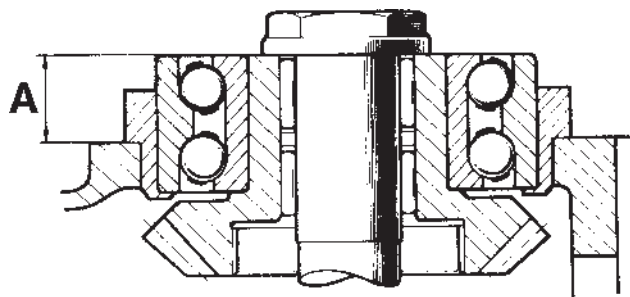

Fig. 12
2. Mät avståndet från yttre lagerbanan till växelhuset måttet "A" fig. 12 och lägg till så mycket justermellanlägg att måttet överstiger "B" med 0,03 – 0,05 mm.
3. Stryk på tätningsmedel och placera tätningsringen (41) så att tätningen för främre högra skruven kommer i härför avsett urtag i locket samt lägg i uppmätta justermellanlägg och drag fast locket.